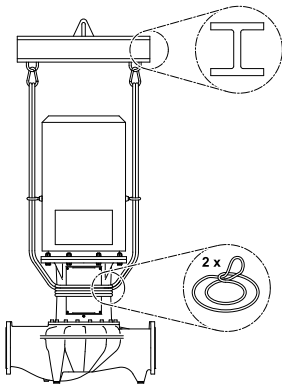

Fig. 32: Установка грузовых петель (исполнение IL)
- Для подъема краном насос следует обхватить подходящим ремнем, как показано на рисунке (Fig. 32/33). Уложить насос в петли, которые затянутся под действием собственного веса насоса.